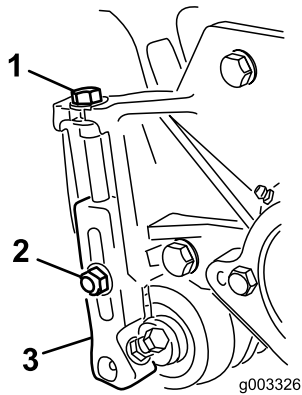

Figura 22
1. Allentate i dadi di bloccaggio che fissano i bracci di regolazione dell'altezza di taglio sulle piastre laterali dell'apparato di taglio (Figura 22).